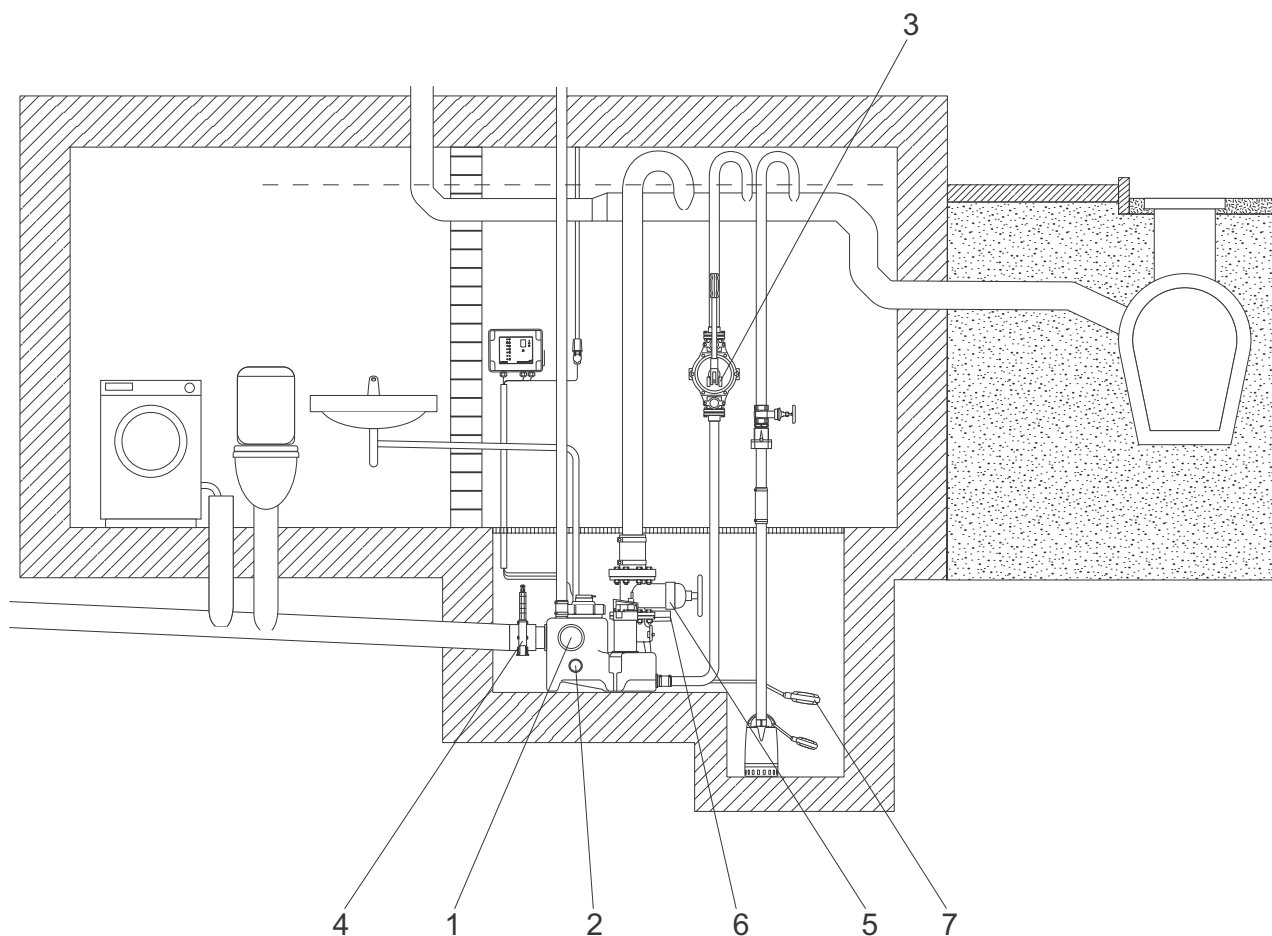

Рис. 10 Креслення установки
- Забезпечити яму нижче рівня підлоги. Якщо насосна станція встановлена в підвалі з ризиком проникнення ґрунтової води, бажано (в деяких країнах обов'язково) встановити дренажний насос в окремій водовідливній ямі нижче рівня підлоги для того, щоб осушити кімнату. Див. рис. 10.